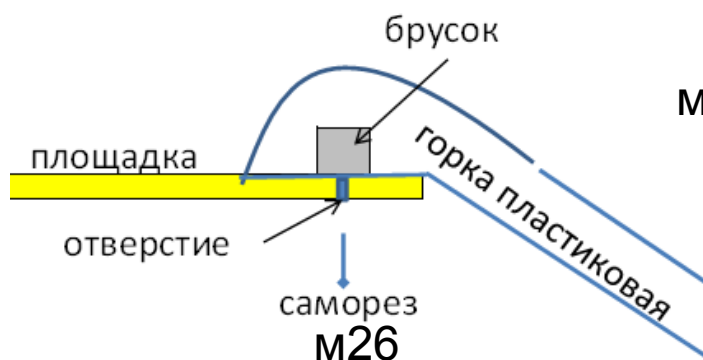

рис.1
2. **Пластиковая горка** (рис.1).